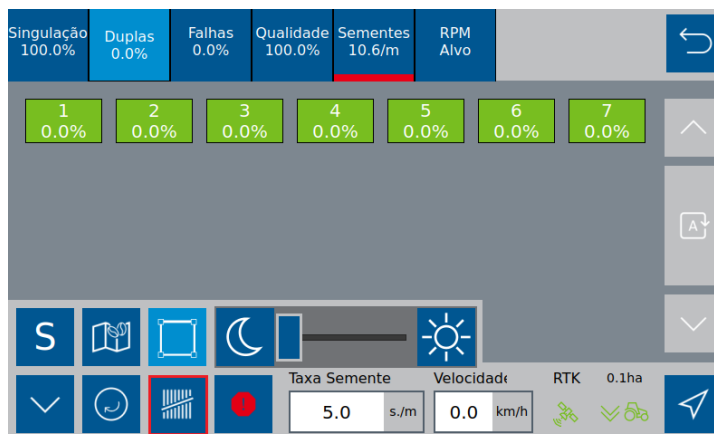

Figura 167 - Plantando com bordadura com corte linha a linha desativado
Após concluir o plantio da área interna clique no botão do corte linha a linha item 9.1, desabilitando a função para realizar o plantio na área de bordadura, Figura 167.